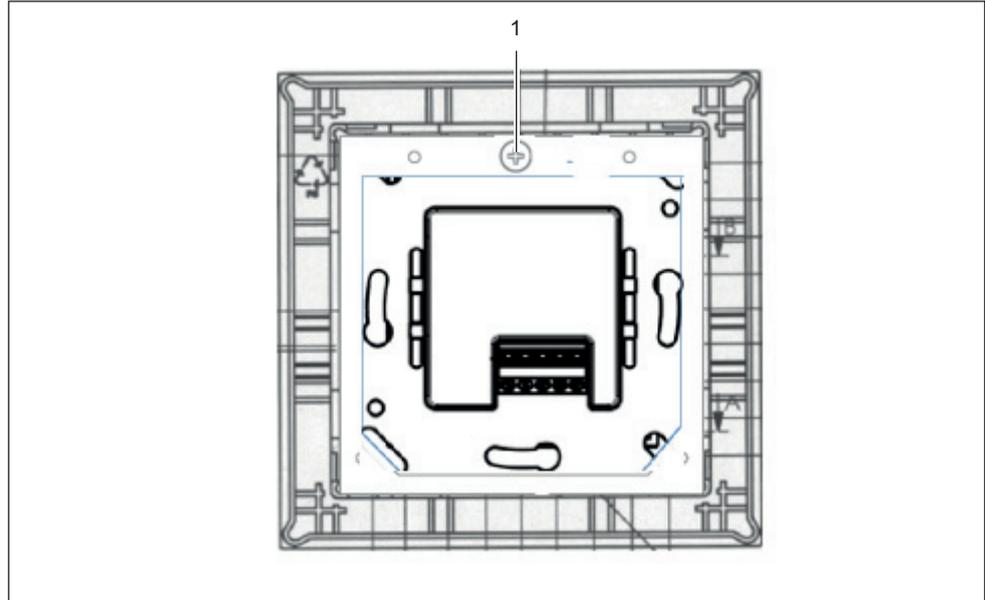

Abb. 5: Montageblech einlegen und befestigen
4. Klemmblech wieder in Blindmodul einlegen und befestigen (Abb. 5/1).